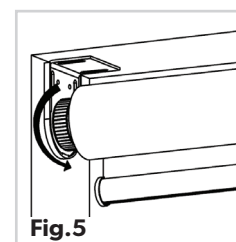

Fig.5
8. Ensuite, verrouillez le store en place en faisant tourner la roue sur la gauche de 90 degrés vers le bas (Fig.5)